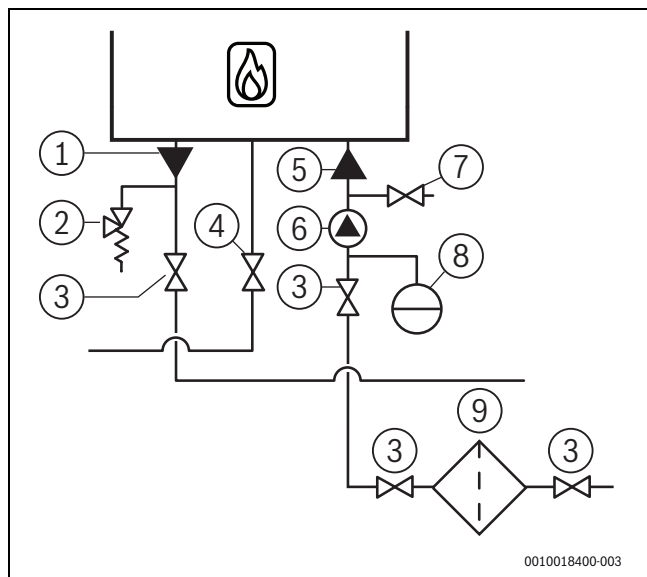

Fig. 18 Tilslutning af anlægsvandsrør
- Monter tilslutningen til ekspansionsbeholderen og sikkerhedsventilen direkte under kedlen og over vedligeholdelseshanerne. (→ Fig. 18, s. 18).
- Monter en vedligeholdelseshane i fremløbs- og returrøret (→ fig. 18, s. 18).